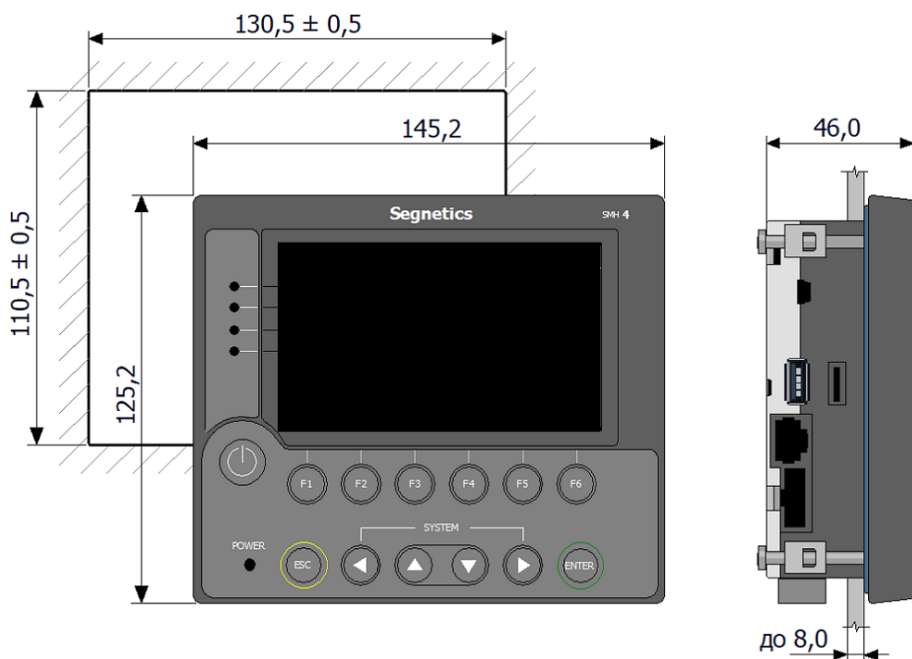

Рисунок 3.1 – Габаритные размеры Контроллера и установочного отверстия
- Сделать отверстие в дверце шкафа управления размерами 131x111 мм (см. рисунок 3.1).